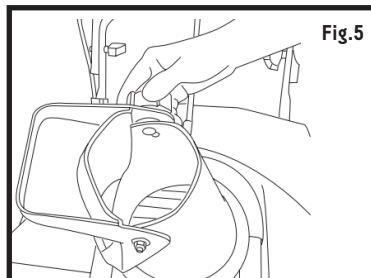

Fig.5
1. Desserrez la molette pour lever le déflecteur de la goulotte (fig. 5).